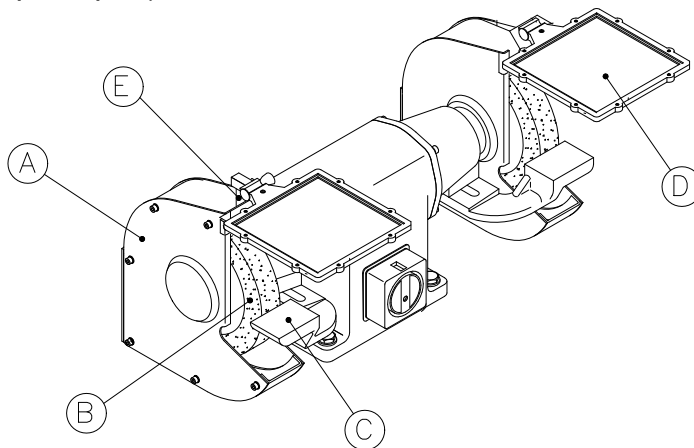

Fig. 1.1
Kontrollera före användning att den yttre skyddskåpan (A) (se fig. 1.1) är säkert monterad på den inre kåpan. Den yttre kåpan måste vara monterad under användning. Den yttre kåpan får endast demonteras vid byte av slipskivan. Slipskivan (B) ska kunna rotera fritt utan att vara lös. Verktygsanhållet (C) ska justeras till ett avstånd om cirka 2 mm från slipskivan.